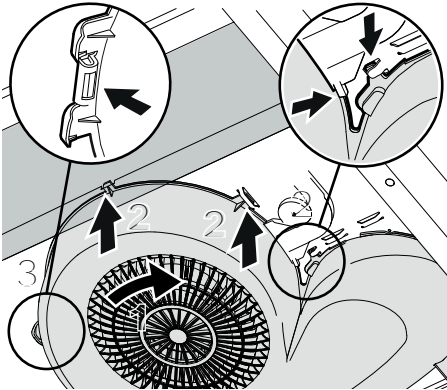

Fig.8
Se till att alla snäppen passar mot spisfläkstens flikar. Vrid in fläkthuset (1) i flikarna (2). Tryck tillbaka fläkthuset snäppe i fliken (3).Fig.8